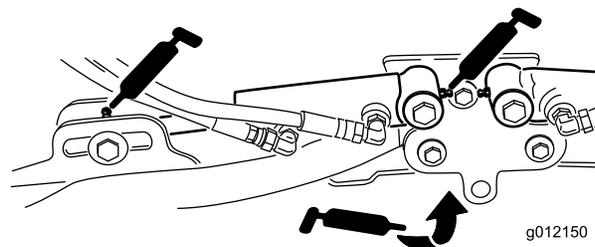

图46
- 滚刀组提升臂枢轴（每个滚刀组 2 个）(图46)
- 提升臂枢轴（每个滚刀组 1 个）(图46)